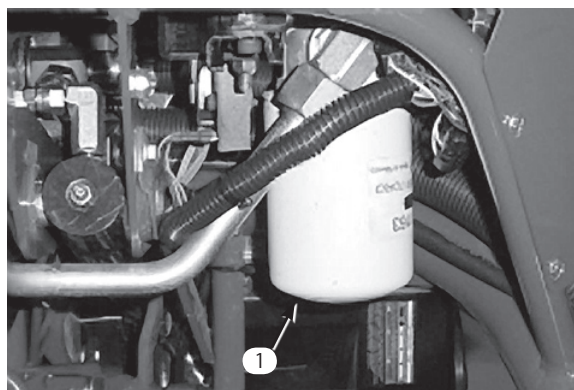

図49
1. フィルタ取り付け部周辺(図49)をきれいに拭く。フィルタの下に廃油受けを置いてフィルタを外す。